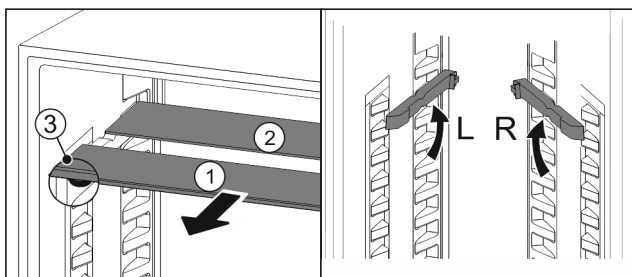

Fig. 205
- Tërhiqni një nga një pllakat e xhamit nga përpara Fig. 205 (1).
- Pllaka e xhamit Fig. 205 (1) me kornizën ndodhet përpara.
- Ndaluesit Fig. 205 (3) janë të drejtuar për poshtë. Pajisjet me dhomë ngrirjeje.*